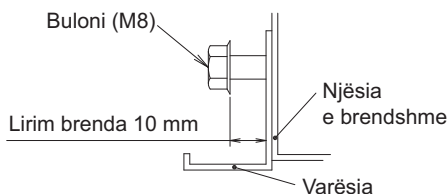

Fig. 7
- Lironi 2 bulonat për montimin e varës në të dyja anët (M8) (4 vende majtas dhe djathtas) deri në 10 mm. (Shihni fig. 7 dhe fig. 8)